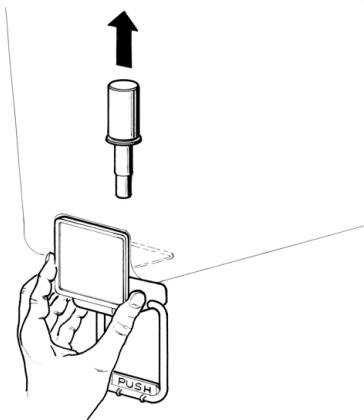

figure 3
- 6 Robinet en inox à gravité:** défiler le piston et démonter le levier de débit robinet (voir figure 3).